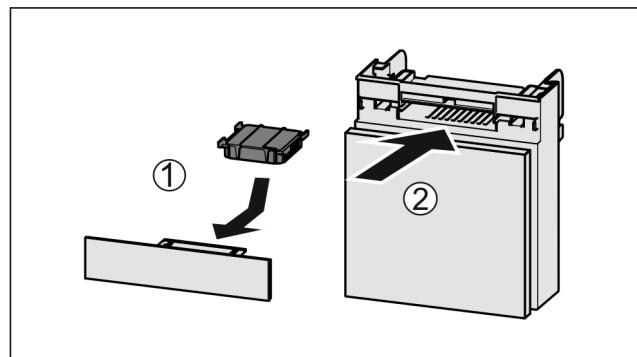

Fig. 138
- Поставете Fig. 138 (1) филтъра с активен въглен, както е показано на фигурата.
- Вкарайте Fig. 138 (2) отделението.